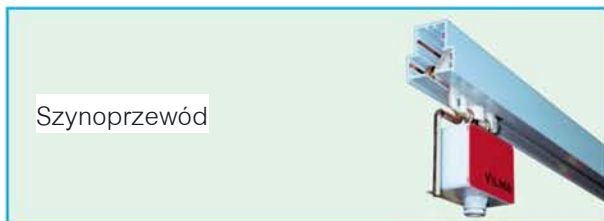

Rys. 3 – Sposób demontażu odbieraka prądowego.
- Wyciąganie odbieraka prądowego jest możliwe w dowolnym miejscu szynoprzewodu. W tym celu należy przygotować dwa kliny o grubości 12-15mm i szerokości 60mm. (rys. 3). Niesymetryczna obudowa uniemożliwia wprowadzenie odbieraka prądowego niewłaściwą stroną.